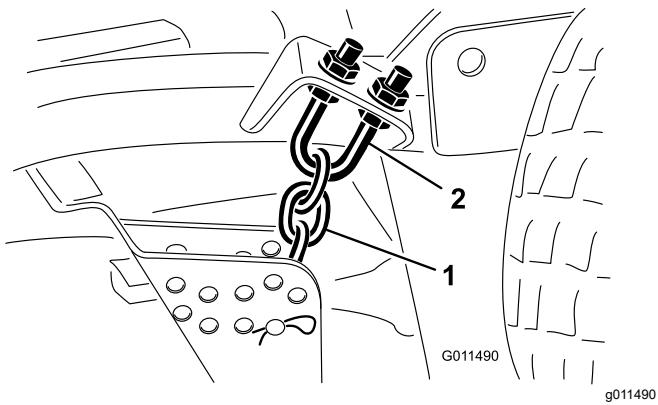

Рисунок 83
- Ослабьте верхние или нижние контргайки на U-образном болте цепи регулировки высоты скашивания (Рисунок 83).